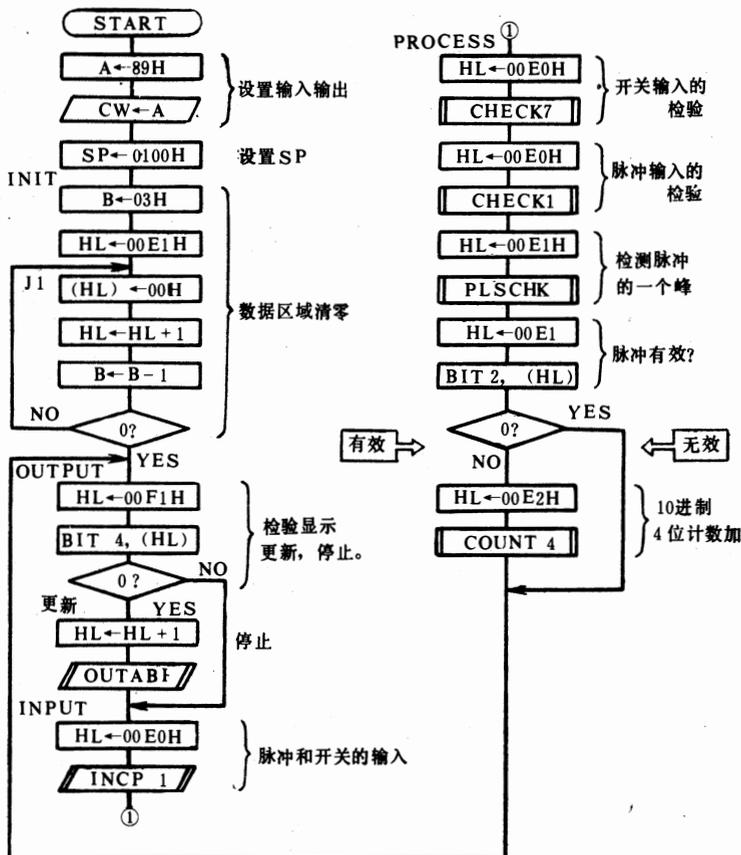

图 2(a)详细流程图
4) 详细流程图如图 2(a)、(b) 所示。请注意调用各子程序之前, 必须用 HL 寄存器对指定的 RAM 地址进行数据交换。